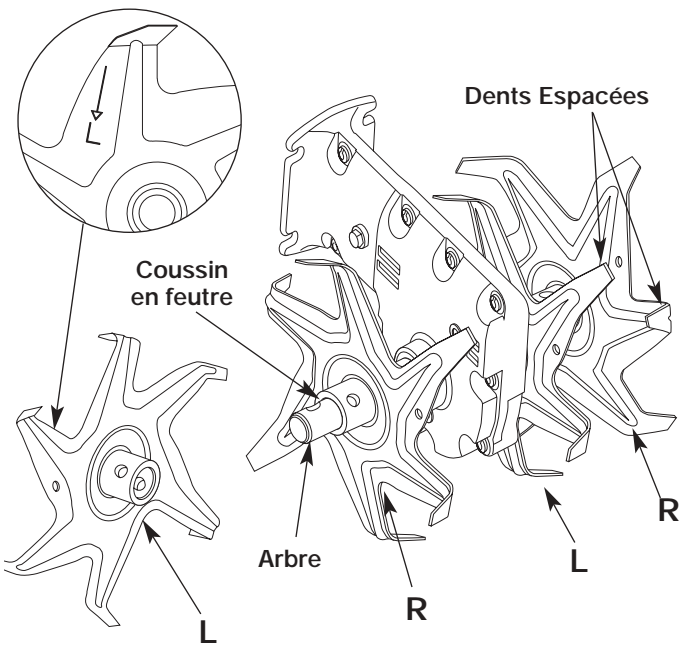

Fig. 7
7. Avant de réinstaller les vis à oeillets et les goupilles beta, assurez-vous que les pointes sur les dents soient bien espacées les unes des autres (Fig. 7).